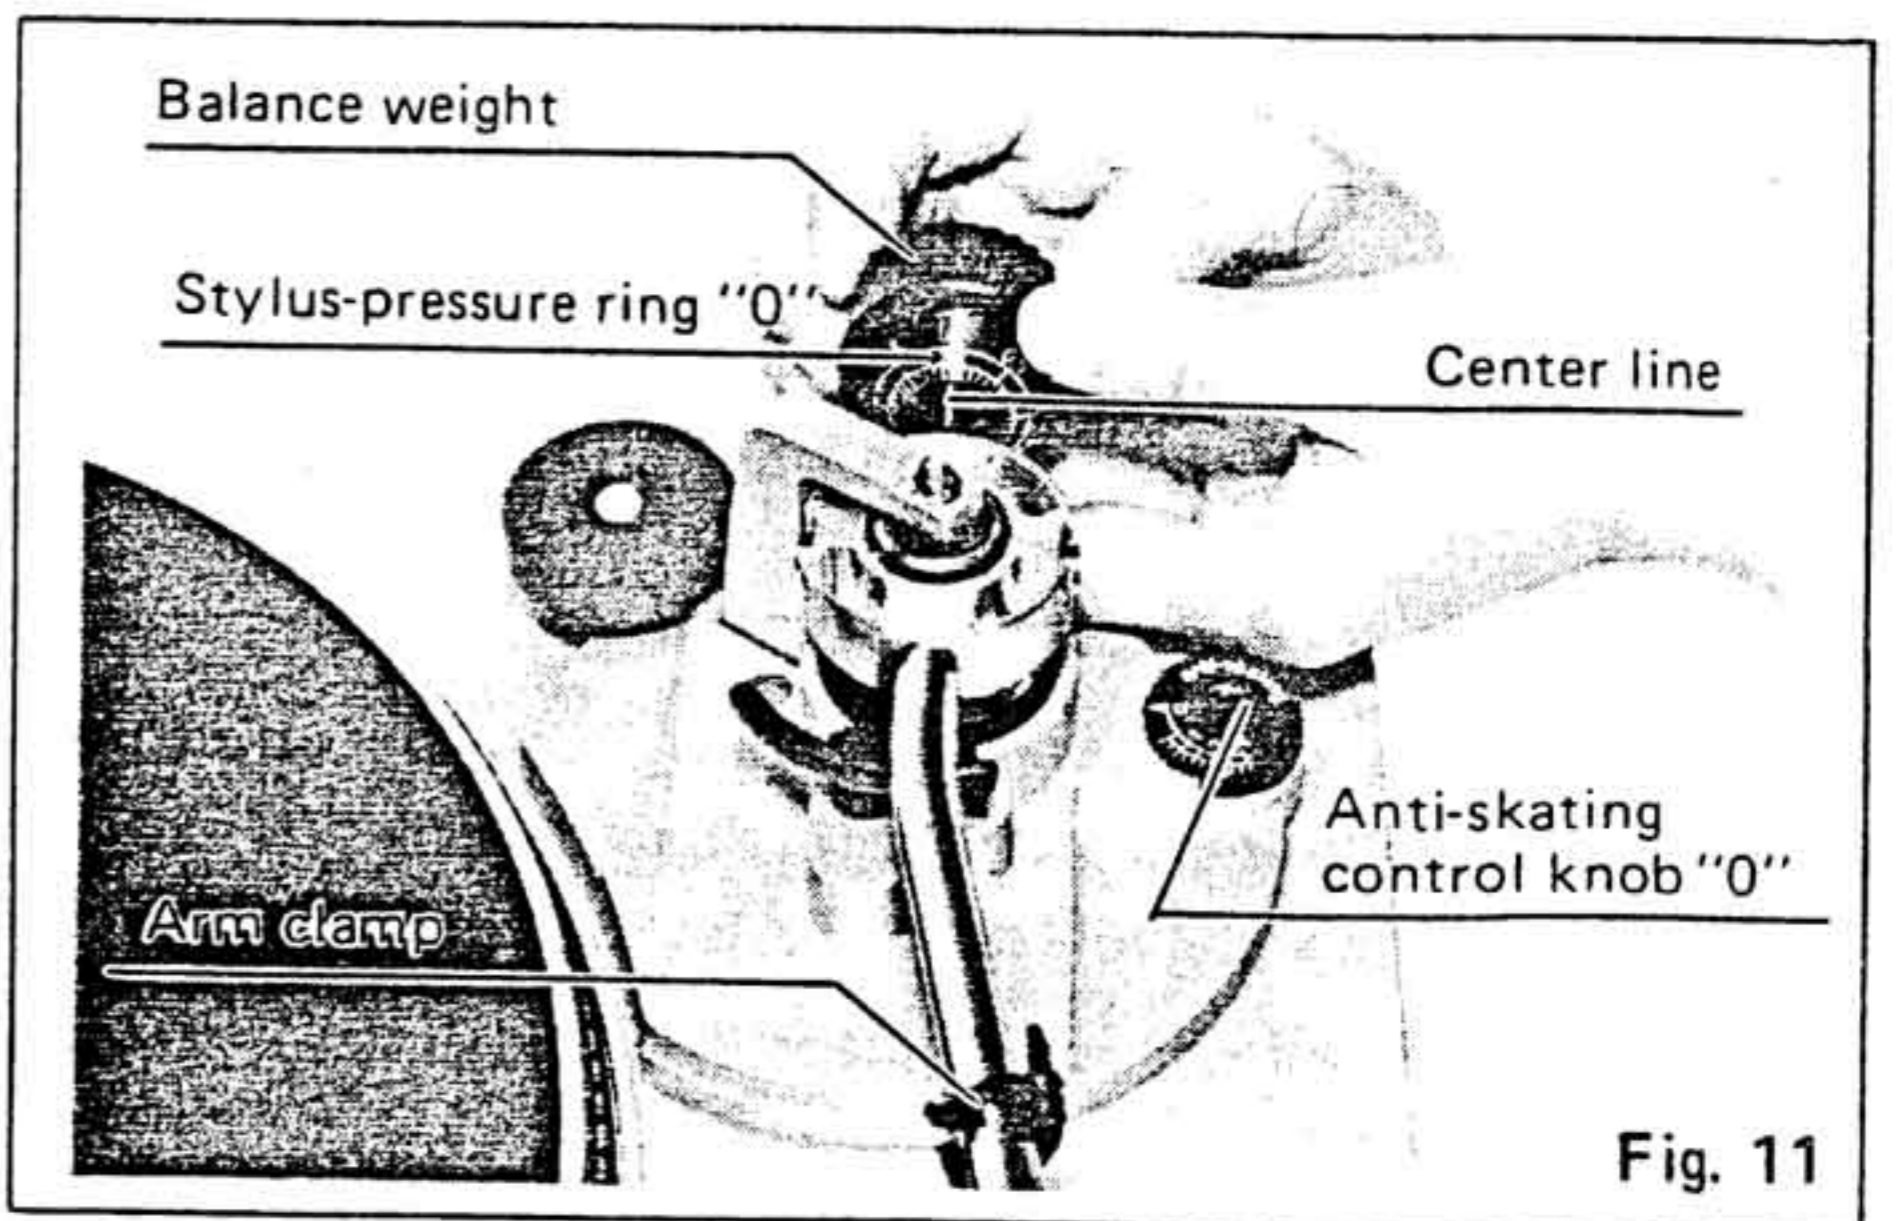

Fig. 11
- During the adjustment of the horizontal zero (0) balance, be careful that the stylus tip of the cartridge does not contact the turntable mat or turntable base.
4. After the tonearm is horizontally zero (0) balanced, temporarily refasten the tonearm with the arm clamp.
The adjustment of the horizontal zero (0) balance is now completed. (See Fig. 11.)
6. After adjusting the horizontal zero (0) balance, turn the balance weight clockwise in the direction of the arrow and align to the correct stylus pressure. (See 12.)
4. Nachdem der Tonarm horizontal ausbalanciert ist, befestigen Sie ihn vorübergehend mit der Arretierklammer auf der Tonarmablage. (Vgl. Abb. 11)
5. Halten Sie das Gegengewicht mit einer Hand fest, wie in der Abbildung gezeigt, und drehen Sie den Auflagedruck-Einstellring, bis dessen "0"-Marke mit der Mittellinie auf dem rückwärtigen Tonarmende übereinstimmt. (Vgl. Abb. 11.)